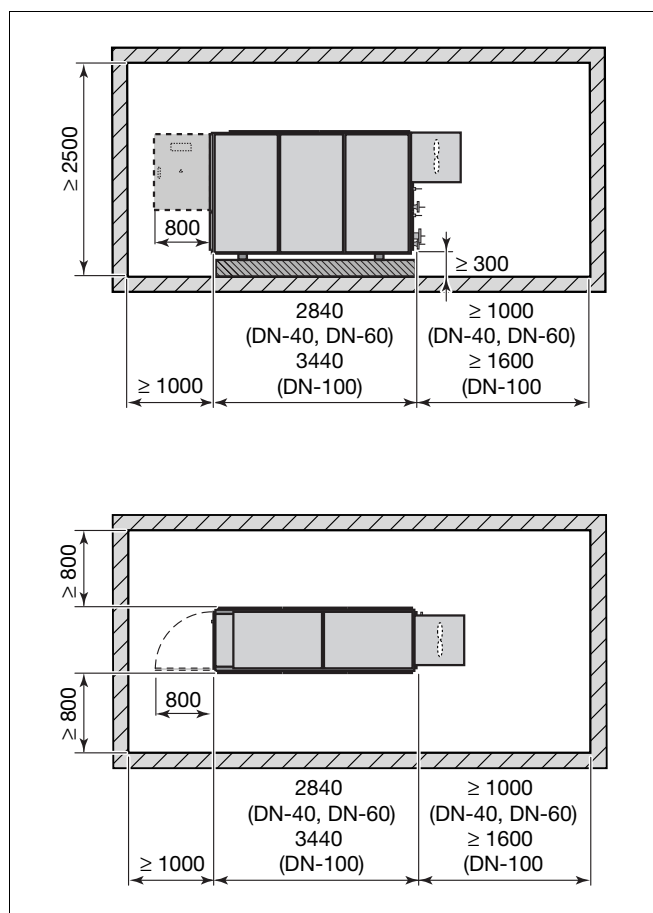

Рис. 3 Минимальные расстояния в помещении для установки оборудования (размеры даны в мм)
- Помещение должно быть достаточно просторным для проведения монтажа и работ по техническому обслуживанию (рис. 3).
Для обеспечения статического напора противодавления выхлопных газов 25 мбар, слив конденсата через сифон должен быть на высоте $\geq 300 \text{ мм}$ с тем, чтобы препятствовать таким образом их выходу (рис. 3).